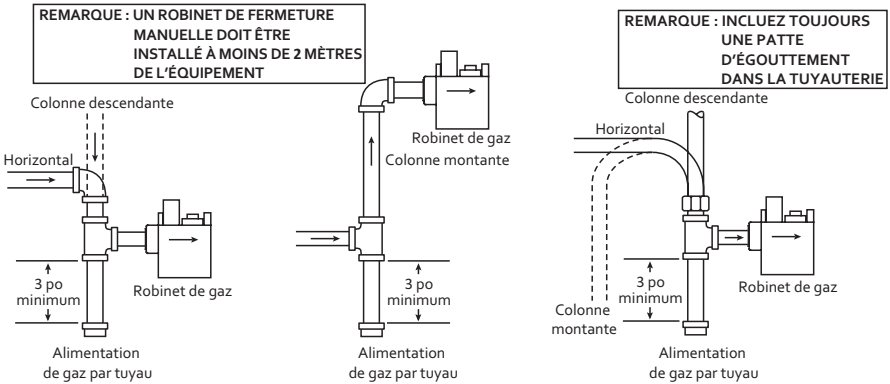

Fig. 2 – Canalisation typique du robinet de gaz
5. Appliquez de la pâte à joint (pâte lubrifiante) ou un ruban en téflon **approuvé pour tous les gaz seulement sur les filets mâles des joints de tuyaux. N'appliquez PAS** de pâte à joint sur les deux premiers filets (voir la figure 2 pour les branchements typiques).